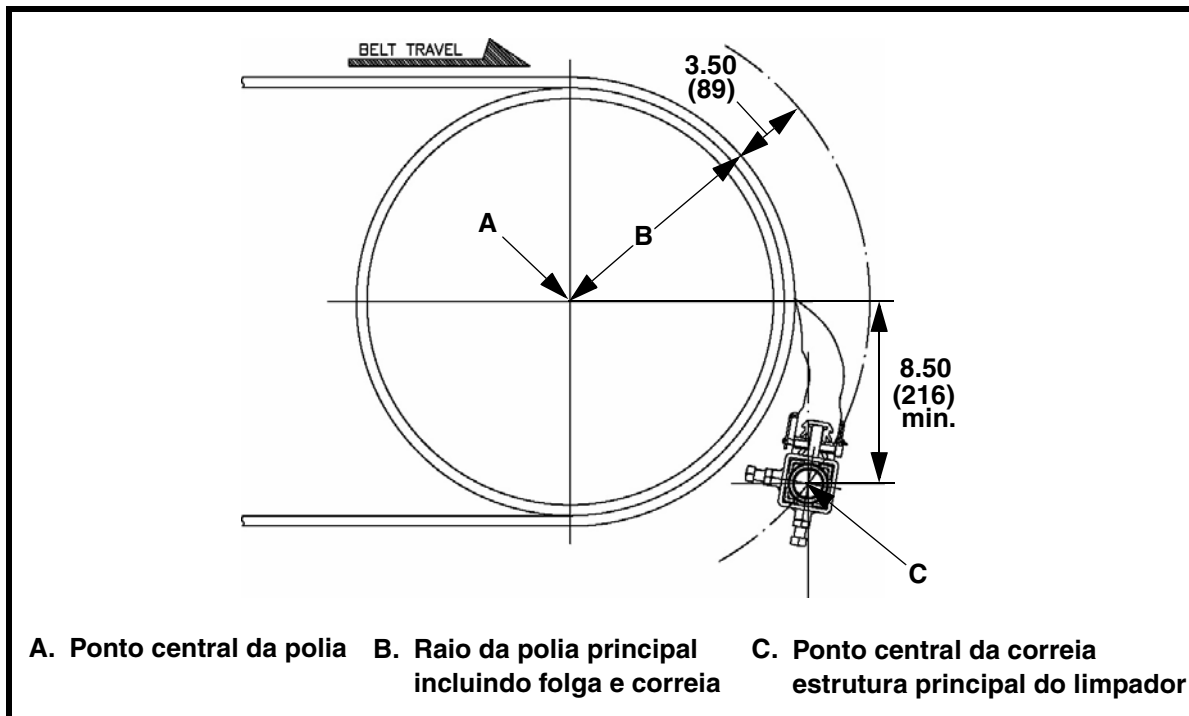

Figura 1. Local da estrutura principal do limpador da correia
1. No lado do operador da calha, encontre o ponto central da polia (A).
2. Meça o raio da polia principal incluindo a folga e a espessura da correia (B). Para essa dimensão, adicione 3,5 pol. (89 mm).
3. Iniciando no ponto central (A), meça a distância total calculada na etapa 2 ($B + 3,5$) e trace um arco na parede da calha.
4. Meça para baixo da linha central horizontal da polia a distância mostrada na Figura 1 e trace uma linha horizontal paralela a ela. Localize o ponto central da estrutura principal do limpador da correia (C) em que essa linha cruza o arco na parede da calha.